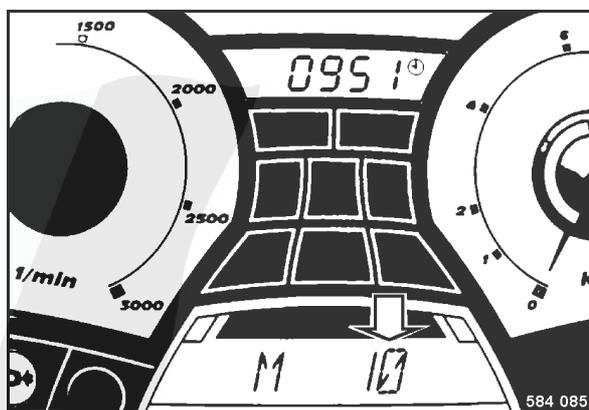

fig. 75
- Avec la touche F3, sélectionner le champ suivant "Mois" (fig. 75) et régler le mois au moyen des touches F2 ou F4 (fig. 71).